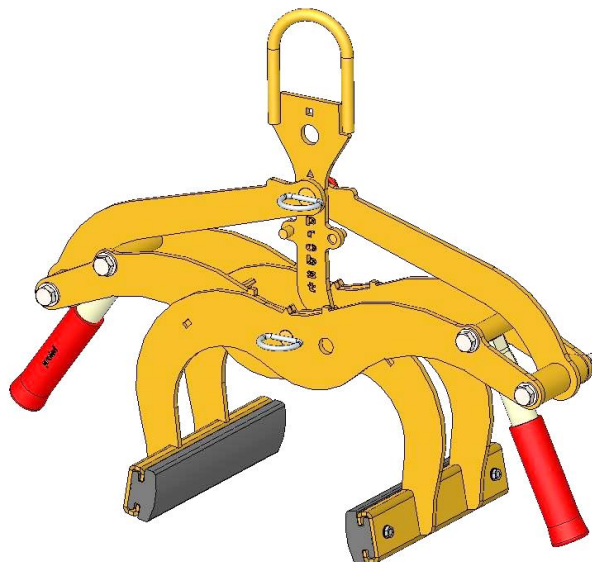
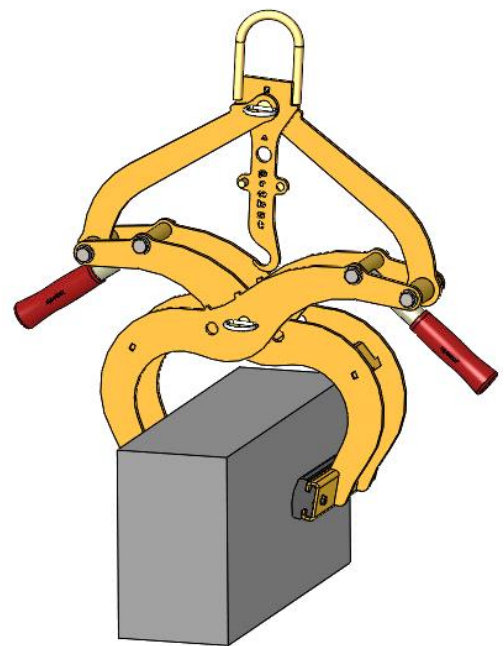

Fig.2
Fig.3
- Pour régler cette position d'ouverture, les repères triangulaires ▲ des bras de préhension (au centre de l'appareil) doivent être **superposés** (Fig. 2) et le repère triangulaire ▲ du *crochet de blocage* (2) doit être positionné au dessus de la *goupille de sécurité* (7) (Fig. 3).
- Pour procéder au réglage de l'ouverture, il faut retirer la goupille de sécurité (6) ainsi que la goupille de sécurité (7).
- Une fois que l'ouverture a été réglée, l'appareil doit à nouveau être sécurisé en utilisant la *goupille de sécurité* (7) et la *goupille de sécurité* (6).
- Pour régler cette position d'ouverture, les repères carrés ■-des bras de préhension (au centre de l'appareil) doivent être **superposés** (Fig. 2) et le repère ■ du *crochet de blocage* (2) doit être positionné au dessus de la *goupille de sécurité* (7) (Fig. 3).